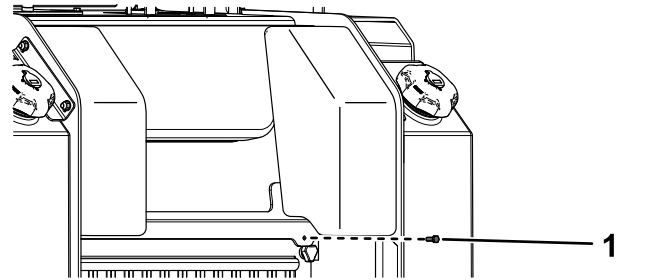

Figura 41
1. Retire el seguro (Figura 41).
2. Levante la cubierta de acceso trasera y sujete la varilla de sujeción para tener acceso a los componentes internos (Figura 41).